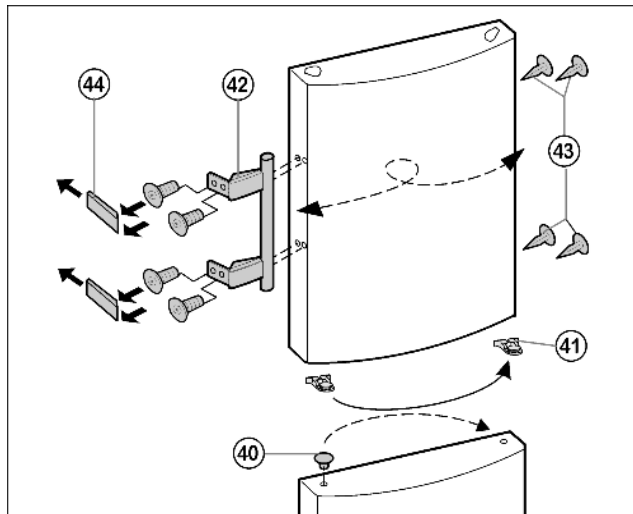

Fig. 8
- Faire déclipper le crapaud élastique *Fig. 8 (41)* hors de la porte supérieure et le placer du nouveau côté de la charnière.
- Enlever le bouchon *Fig. 8 (40)* hors du coussinet inférieur de la porte et le mettre de l'autre côté.
- Démontez les poignées de porte *Fig. 8 (42)*, le bouchon *Fig. 8 (43)* et les plaques d'appui *Fig. 8 (44)* puis les repositionner sur le côté opposé.